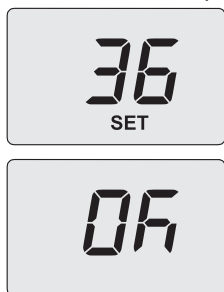

Figura 5.43
- Utilizzando i tasti 11 o 12 è possibile modificare il valore del parametro 10 da **00=0s** a **100=500** (ogni aumento o diminuzione di una unità sul display corrisponde a 5 secondi). Es. 36=180 secondi. Sul display compare la scritta "SET" (Figura 5.43).
- Premendo il tasto 13 (Figura 5.40) si ottiene la conferma del valore inserito. Sul display appare per 3 sec. la scritta "Ok" (Figura 5.43), per poi visualizzare la lista dei parametri.